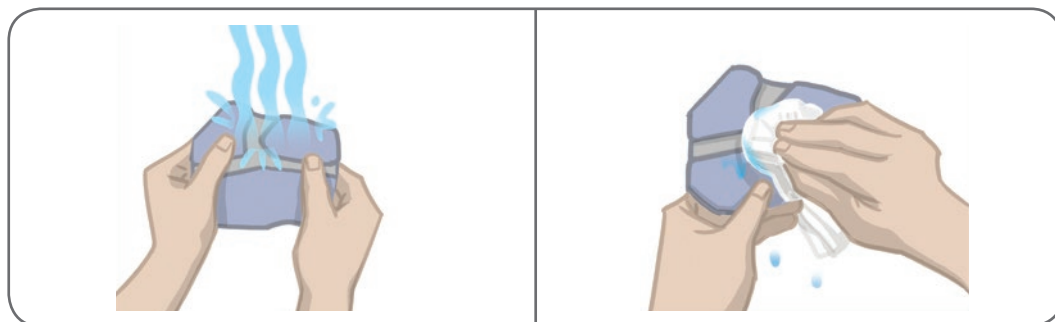

Ilustración 6-7: Cómo humedecer el electrodo y eliminar el exceso de agua
3. Humedezca con agua el Electrodo Steering en su totalidad. Consulte la ilustración 6-7.
4. Escorra el agua sobrante del Electrodo Steering con un trapo. Consulte la ilustración 6-7.